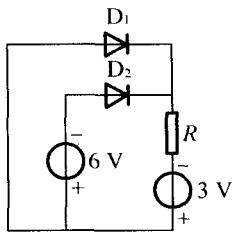

图 1-9
1.3 在图1-9所示电路中,所有二极管均为理想元件,则D₁、D₂的工作状态为()。